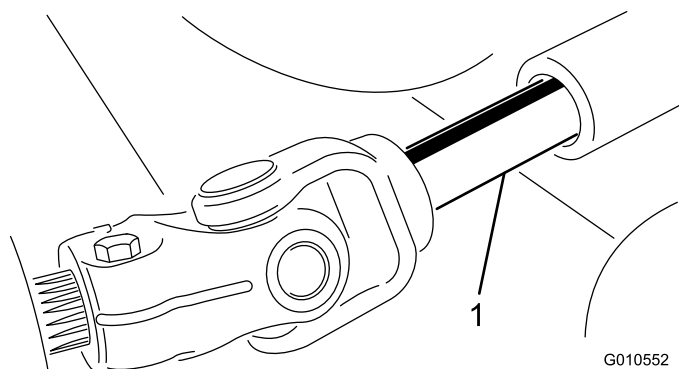

Figura 27
5. Allontanate l'apparato di taglio dal trattorino, separando le sezioni maschio e femmina dell'albero della presa di forza (Figura 27).
3. Inserite l'albero della presa di forza maschio nell'albero della presa di forza femmina (Figura 27).